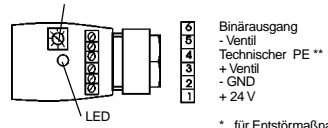

Bild 3 : Typ 2510 Diagnose
- Verklemmen Sie die Leitung laut Anschlußplan (Bild 3)